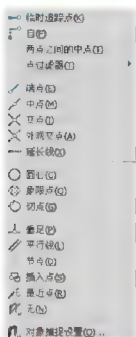

图 3.106 【临时捕捉】快捷菜单
(2) 绘制定位轴线编号图形：定位轴线圆圈的直径为 8mm，编号文字的高度为 5mm。
(3) 单击【绘图】工具栏上的【圆】图标  或在命令行输入“C”后按 Enter 键，启动绘制圆命令。
① 在指定圆的圆心或 [三点 (3P)/ 两点 (2P)/ 相切、相切、半径 (T)]：提示下，在绘图区域任意位置单击以确定圆心的位置。
② 在指定圆的半径或 [直径 (D)]：提示下，输入圆的半径“4”，按 Enter 键。这样就绘制出一个圆心在指定位置，半径为 4mm 的圆。
(4) 在命令行输入“L”后按 Enter 键，启动绘制直线命令。
① 在指定第一点：提示下，左手按着 Shift 键，右手右击，则会弹出【临时捕捉】快捷菜单，如图 3.106 所示，选择【象限点】选项。